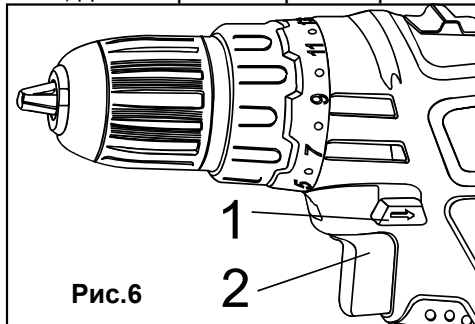

Рис.6
Перемикач напрямку обертання (1) розташований над кнопкою включення (2) (Рис. 6). Для обертання за годинниковою стрілкою перемкнете його вліво, для обертання проти вартовий – вправо.